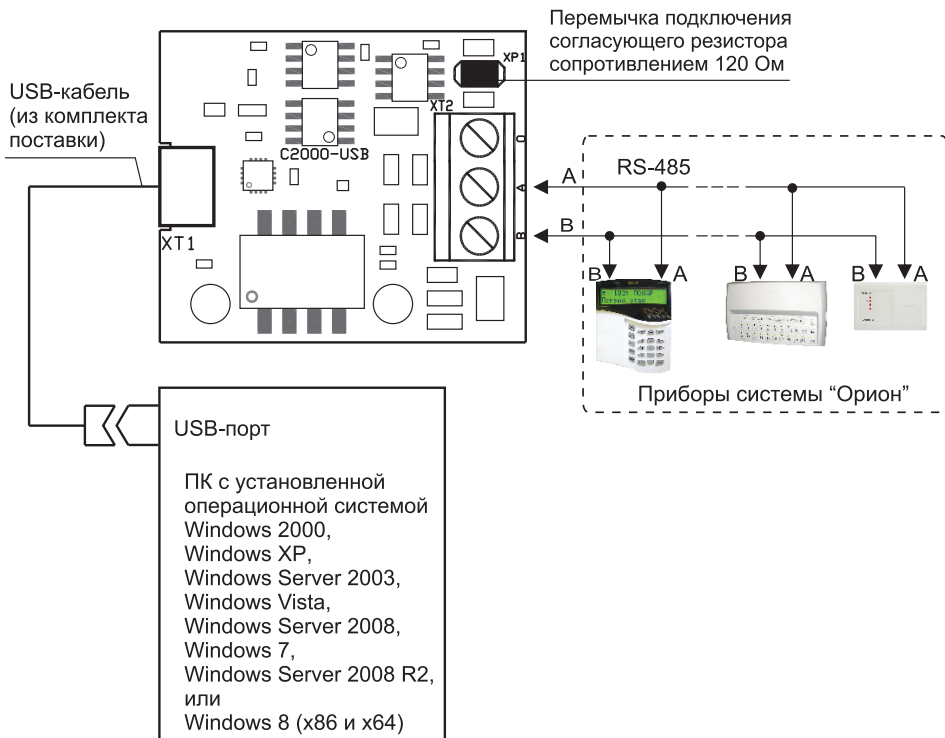

Рисунок 4. Схема внешних соединений «C2000-USB»
2.3 Монтаж соединительных линий производится в соответствии со схемой, приведённой на рис. 4
4.4 Если преобразователь является первым или последним в линии интерфейса RS-485, подключите резистор сопротивлением 120 Ом, установив переключку на разъем, расположенный рядом с клеммной колодкой (см. рис. 4). В противном случае переключка должна быть снята.